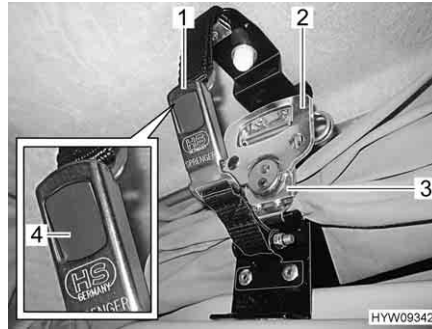

Fig. 33 Bloccaggio
- Tirare verso il basso sui due lati la serratura rapida (Fig. 33,2) e agganciarla nella piastrina di sostegno.
- Aprire la maniglia (Fig. 33,2) tramite la serratura rapida e ruotarla di mezzo giro in senso orario.
- Fissare entrambe le parti della serratura a scatto (Fig. 33,1). La linguetta grigia (Fig. 33,4) scatta in posizione.